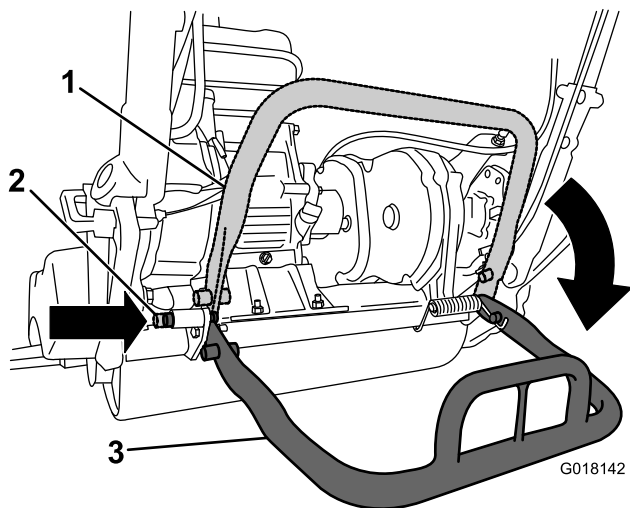

Рисунок 3
2. Опустите откидную ножку и вставьте стопорный палец, чтобы зафиксировать откидную ножку в положении для обслуживания (Рисунок 3).